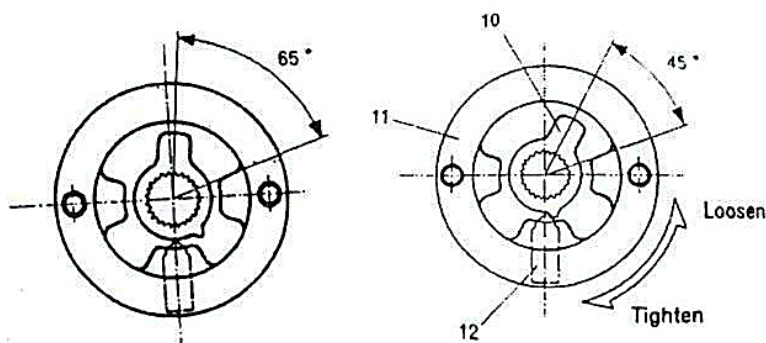

Рисунок 10.
- Зафиксируйте храповик так, чтобы установочное положение достигло 65° , которое расположено в положении храпового стопора (№ 10), отрегулируйте нужный зазор между сферическим винтом и храповиком (№ 10), позволяющий ему скользить и не выпрыгивать. (см. рисунок 10).
- При повторной сборке лебедки внимательно следите за углом стопора храповика. После того, как храповик будет полностью затянут, установите стопор храповика на вал под углом 45° (см рисунок 10).